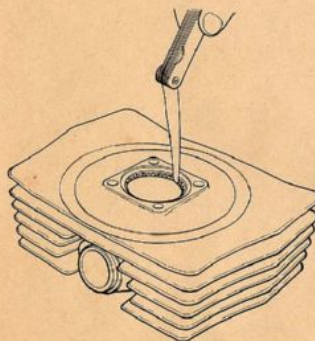

FIG. 34 Controllo segmenti
- 8) CONTROLLARE che i segmenti non presentino anomalie di alcun genere e che la distanza tra le estremità sia compresa nei valori indicati in tabella. Il controllo deve essere fatto con uno spessoremetro introducendo il segmento nel cilindro e facendo attenzione a disporlo orizzontalmente (vedi fig. 34).